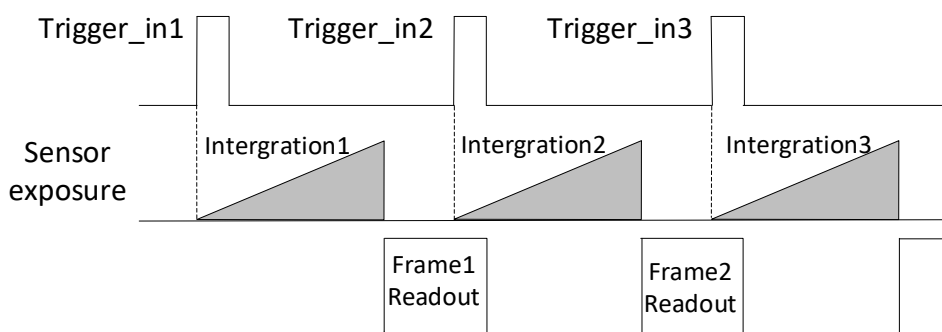

图6-12 第 2 帧正常处理时序
- 若第 2 个触发信号第 1 帧图像的曝光结束时间不早于设备当前第 1 个触发信号最后 1 帧的出图时间，则第 2 个触发信号正常出图，如图 6-12 所示。